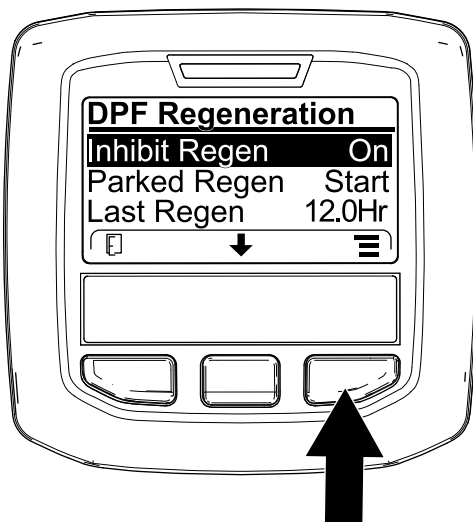
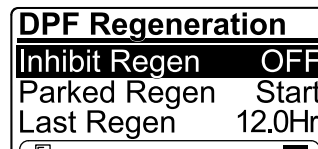

Bild 76
Bild 77
1. Navigieren Sie auf das Menü „DPF Regeneration“, drücken Sie die mittlere Taste und navigieren Sie auf die Option INHIBIT REGEN.; drücken Sie die rechte Taste, um den Eintrag „Inhibit Regen.“ auszuwählen (Bild 76).
2. Drücken Sie die rechte Taste, um die Einstellung für das Verhindern der Regenerierung von „On“ in „Off“ (Bild 76) oder von „Off“ in „On“ (Bild 77) zu ändern.